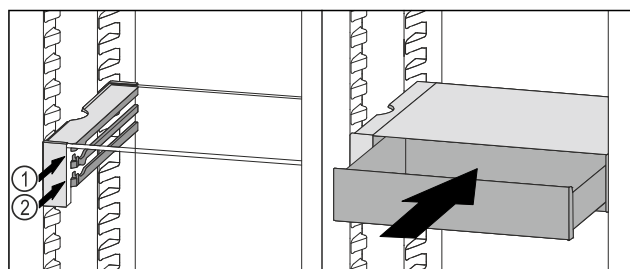

Fig. 102
- Placer le tiroir VarioSafe derrière les butées sur la nervure désirée Fig. 102 (1) ou Fig. 102 (2).